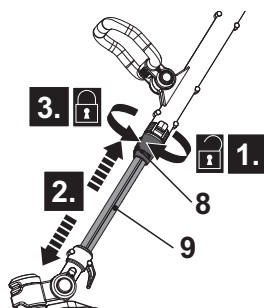

Fig. 8
1. Desserrez le manchon de verrouillage (8) en le tournant dans le sens des aiguilles d'une montre (Fig. 8, étape 1).
2. Tirez ou poussez sur la barre inférieure (9) pour régler la longueur souhaitée (Fig. 8, étape 2).
3. Resserrez le manchon de verrouillage (8) en le tournant dans le sens inverse des aiguilles d'une montre (Fig. 8, étape 3).